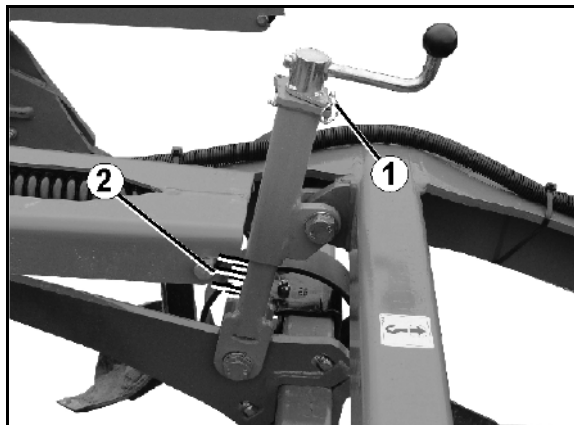

Fig. 34
1. Retirez la goupille (Fig. 34/1).
- A fins d'indication, les unités de réglage comportent une échelle (Fig. 34/2).